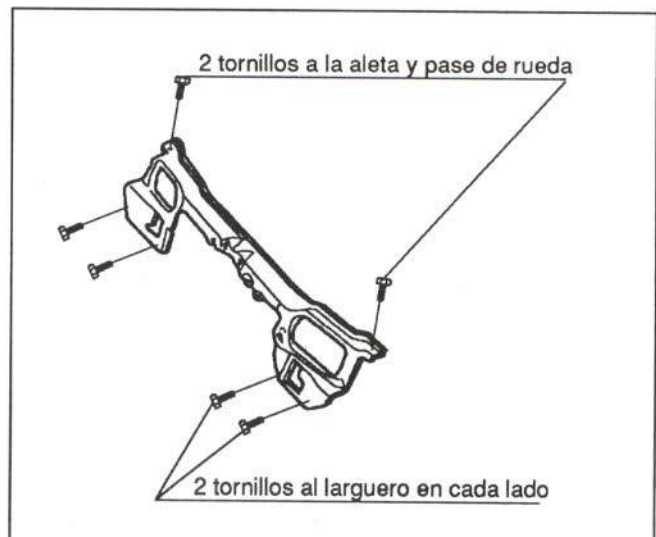

Figura 10.- Unión del frente
Su unión al resto de la carrocería se realiza por medio de tornillos, cuyo número y localización se muestran en la figura 10.
- Frente delantero (figura 10)